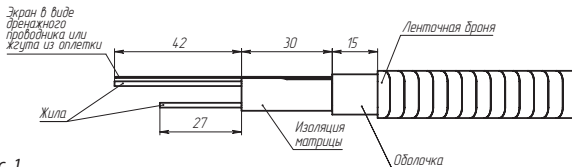
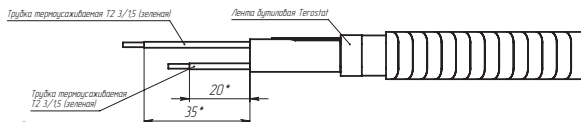

Рис. 1
Рис. 3
5.2 Удалить изоляцию у обоих токопроводящих жил на длине $42+1$ мм (рис. 1). Надеть трубки термоусаживаемые Т2 3/1,5 (зелёная) (длина 35 и 20 мм соответственно) на токопроводящие жилы на оба конца кабеля и усадить с помощью воздушного термопистолета ($T = 350$ °С) (рис.3).